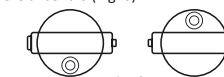

Fig. 6
a) Impostare la bolla a zero punto e ruotare il cannocchiale di 180°. La bolla deve rimanere al centro (Fig. 6).